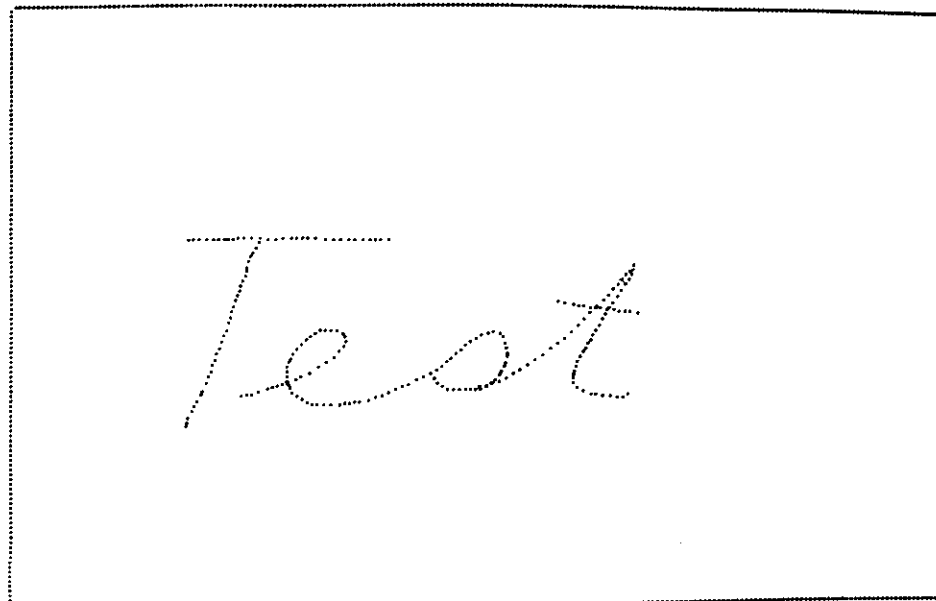

Abb. 2
- Fig. 2 Display beim On-the-fly Digitalisieren